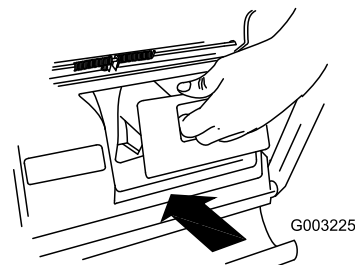

Figure 24
**Important:** Assurez-vous que l'obturateur de l'éjecteur arrière est en place avant de procéder au recyclage (Figure 24).